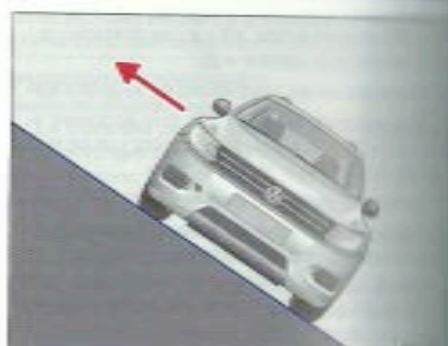

Fig. 179 En dévers, sortez du véhicule toujours du côté amont.
Si le véhicule s'arrête sur une pente en dévers prononcé, tous les passagers doivent sortir du côté amont du véhicule fig. 179. Ceci est également valable lorsque la porte correspondante est difficile à ouvrir. Il est possible que la porte ouverte du côté amont se referme sous l'effet de son propre poids en par inadvertance.
- Si le véhicule s'arrête en dévers prononcé sur une pente, personne ne doit jamais sortir du véhicule par les portes orientées du côté aval. Ce qui risque de provoquer un déplacement du centre de gravité global. Le véhicule peut alors se renverser ou faire un tonneau et dévaler la pente. Pour éviter cela, quittez toujours le véhicule prudemment côté amont fig. 179.